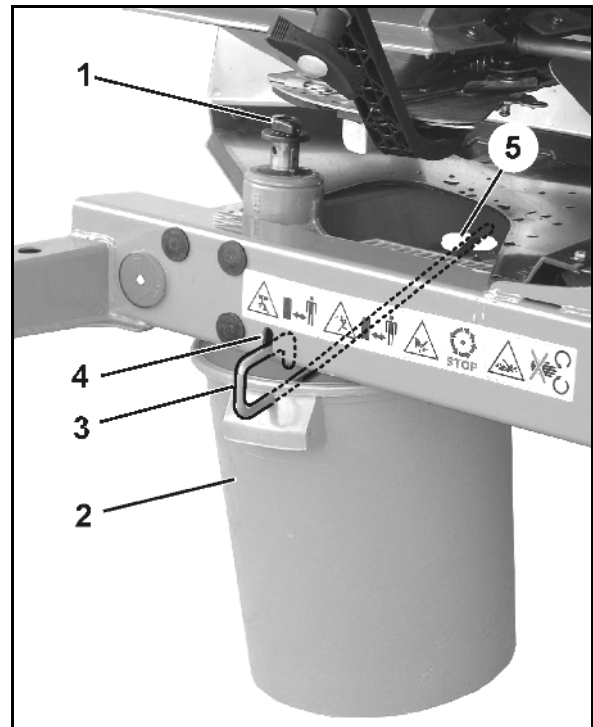

Fig. 66
For en nøyaktig innstilling av de ulike spredevingestillingene uten bruk av verktøy er det plassert to ulike skalaer (Fig. 66/1 og Fig. 66/2) som ikke kan forveksles, på hver spredeskive.
- Den korteste spredevingen (Fig. 66/3) har en skala (Fig. 66/1) med verdier fra 5 til 28, og den lengste spredevingen (Fig. 66/4) har en skala (Fig. 66/2) med verdiene 35 til 55.
- Les av innstillingsverdien for den korte spredevingen (Fig. 66/3) på avlesingskanten (Fig. 66/5).
- Les av innstillingsverdien for den lange spredevingen (Fig. 66/4) på avlesingskanten (Fig. 66/6).
- Når spredevingene dreies til en høyere tallverdi på skalaen (Fig. 66/1 el. Fig. 66/2), blir arbeidsbredden større.